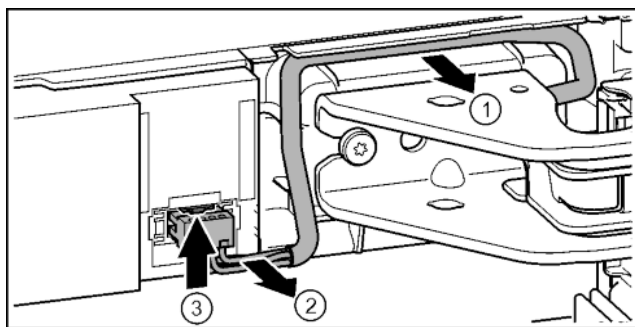

Fig. 23
- Kabel nad stojanem ložiska opatrně uvolněte z vedení. Fig. 23 (1)
- Kabelové prameny opatrně táhněte z kanálu. Fig. 23 (2)
- Tlačte lamelu nahoru a opatrně vytáhněte zástrčku. Fig. 23 (3)